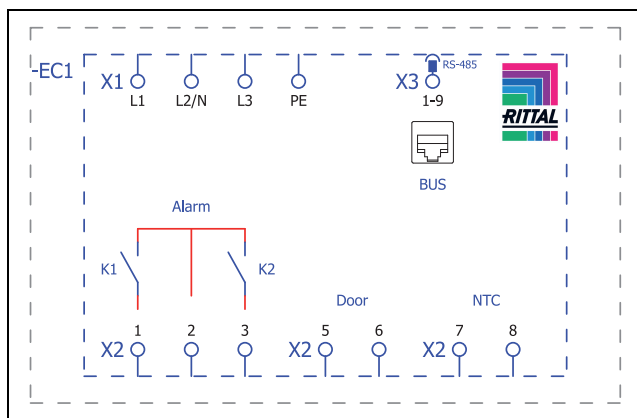
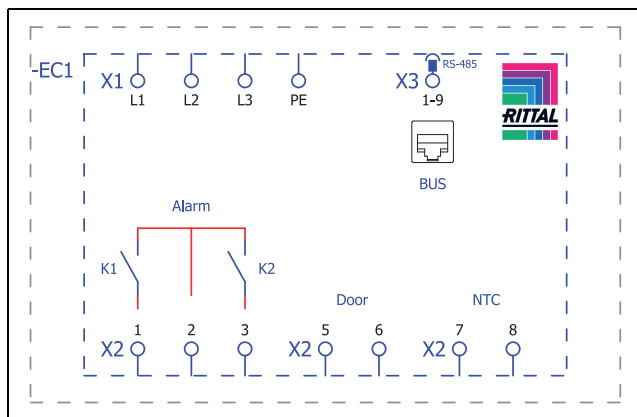

Fig. 37: Schema elettrico SK 3485330, SK 3486330, SK 3487330
Fig. 38: Schema elettrico SK 3488340, SK 3489340
- Prendere il connettore di rete fornito in dotazione e realizzare il collegamento in base al relativo schema elettrico (fig. 37 oppure fig. 38).